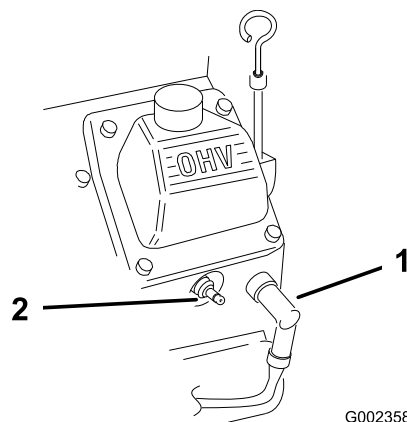

Рисунок 24
2. Отсоедините провода от свечей зажигания (Рисунок 24).